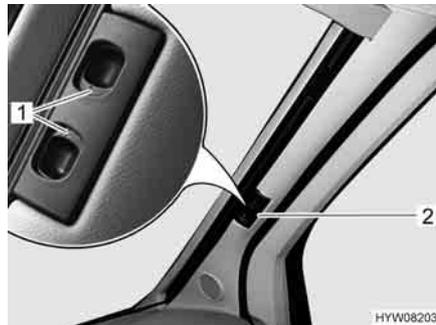

Fig. 48 Tendine oscuranti pieghevoli per il parabrezza
- Premere e tenere premute le levette di bloccaggio (Fig. 48,1).
- Tirare la tendina oscurante pieghevole del parabrezza per la maniglia (Fig. 48,2) verso il centro della finestra.
- Tirare verso l'esterno le due metà della tendina oscurante pieghevole del parabrezza per la maniglia (Fig. 48,2) fino all'arresto.
- Rilasciare le levette di bloccaggio (Fig. 48,1) e farle innestare.